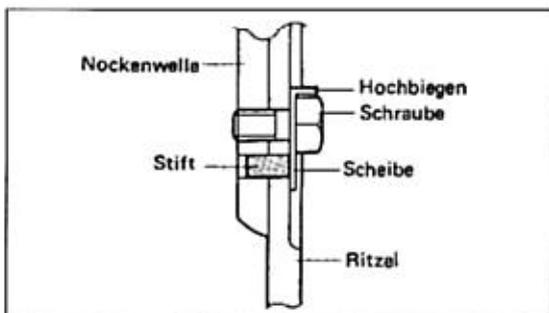
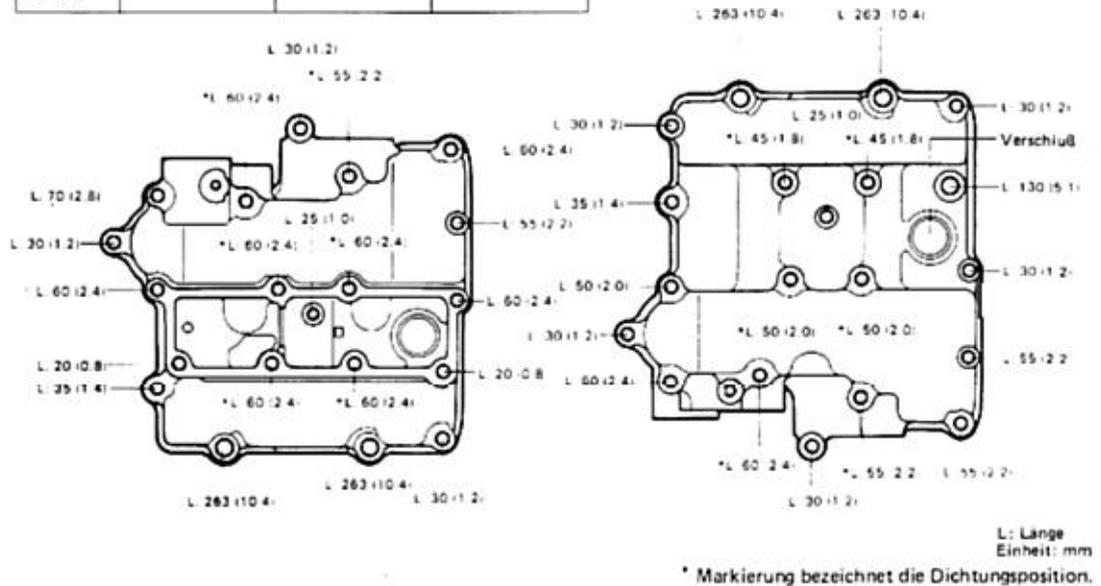

Bild 131
Bild 137
- Sicherungsbleche so auflegen, dass Stiftlöcher bedeckt sind und Schrauben mit flüssiger Schraubensicherung eindrehen (14 bis 16 Nm). Sicherungsblechlaschen so hochbiegen, dass sie an Schrauben anliegen (Bild 131).
- Zylinderkopfdeckelschrauben (Bild 131) locker eindrehen. Falls sich kein Widerstand zeigt, Schrauben richtig anziehen (Bild 137).